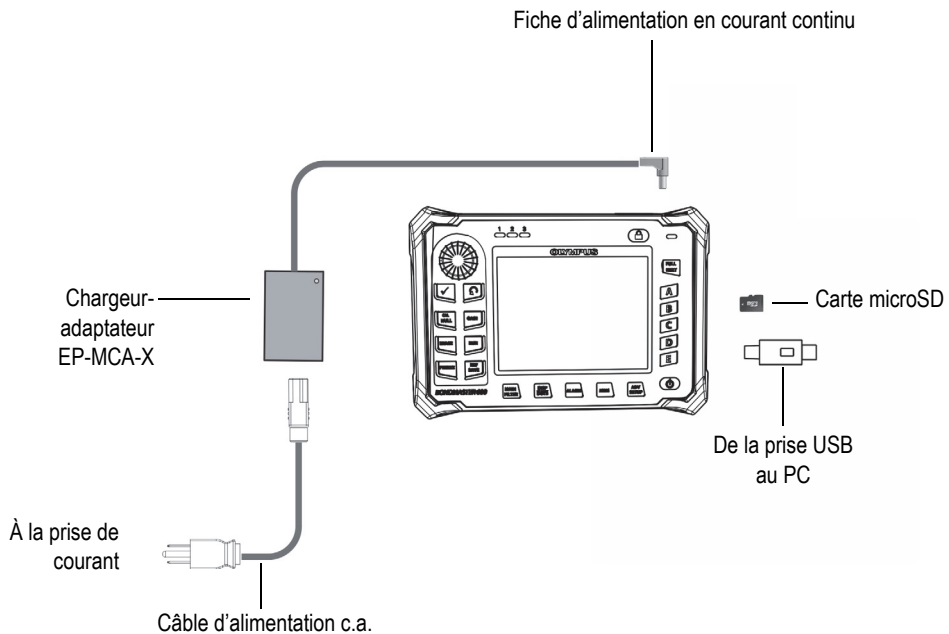

Figure 2-1 Connexions du BondMaster 600
La Figure 2-1 à la page 33 illustre les connexions du BondMaster 600 au chargeur-adaptateur, à la carte microSD et à l'ordinateur (PC).